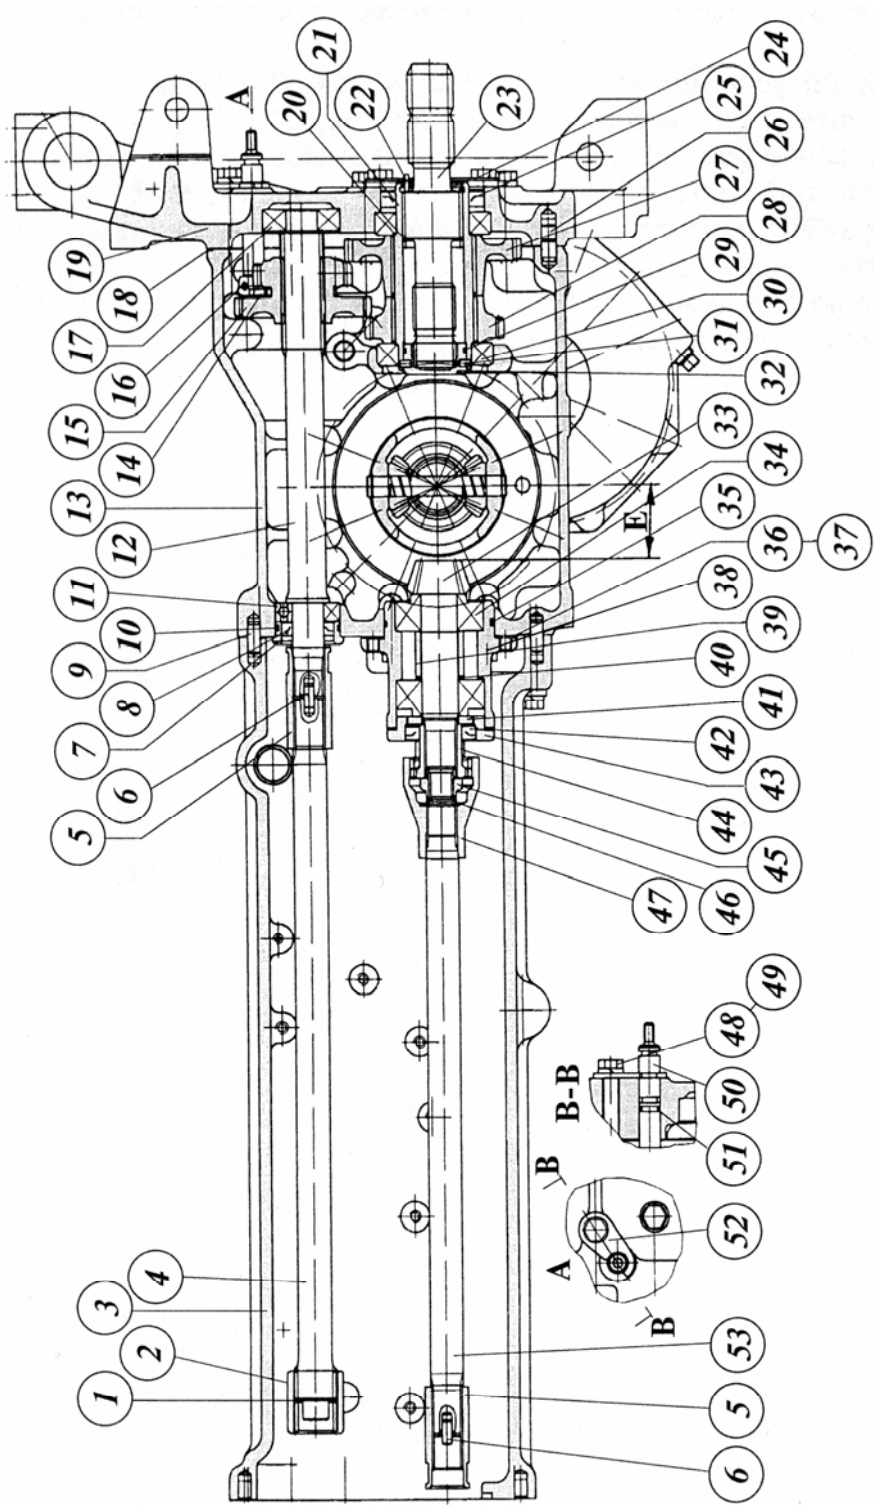
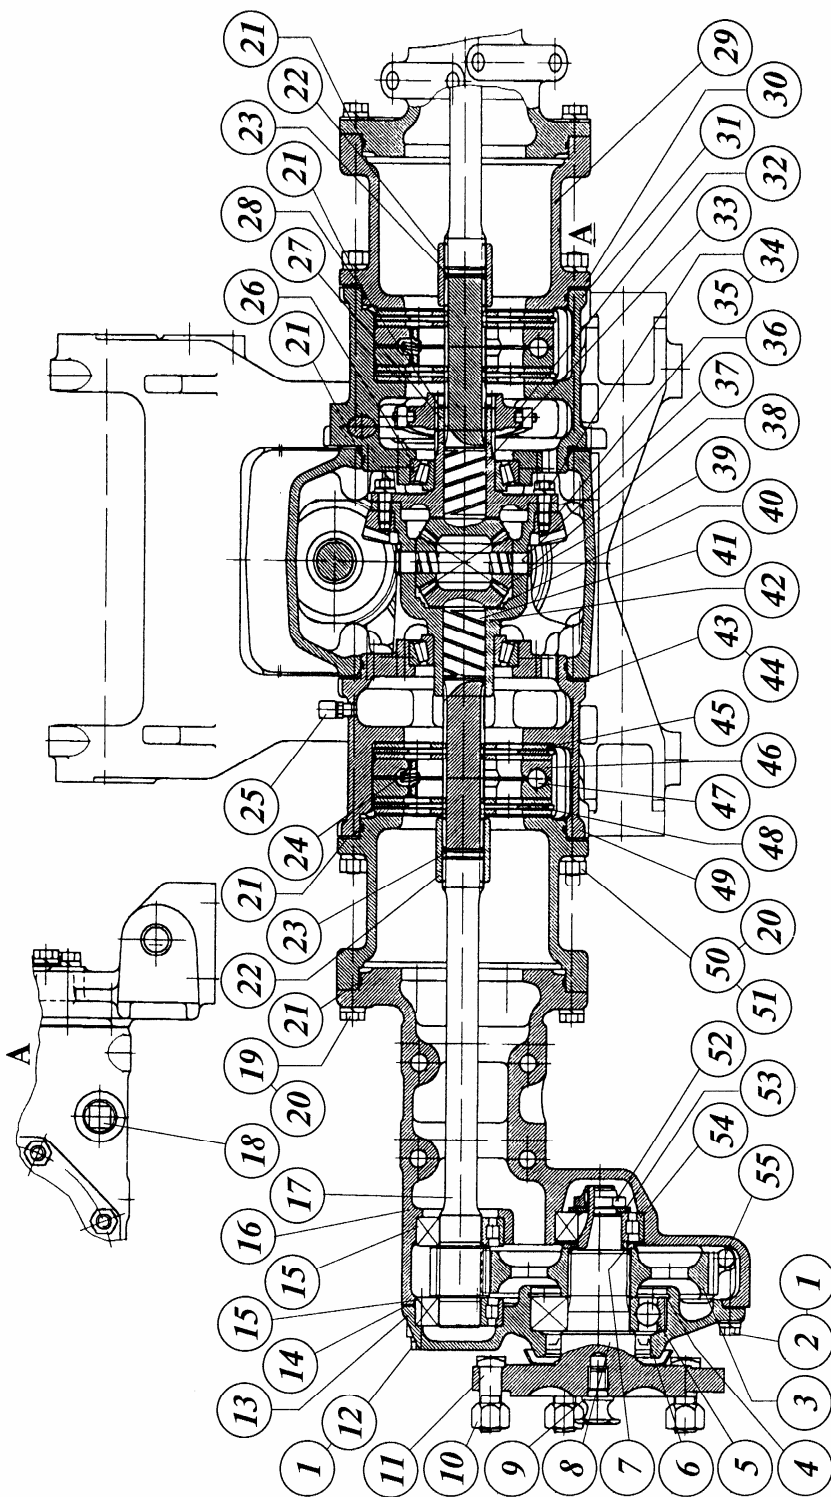

Рис. 20. Задний мост
Рис. 21. Задний мост
Задний мост (рис. 20, 21) передает крутящий момент от коробки передач на задние колеса трактора. Состоит из главной передачи, дифференциала с механической блокировкой, конечных передач и тормозов.
Передаёт крутящий момент от коробки передач к дифференциалу заднего моста с изменением направления под углом 90°. Состоит из втулки 5 (рис. 20), вала 53, муфты 47, зубчатого фланца 44, ведущего вала-шестерни 33, установленного на конических роликовых подшипниках 34 в стакане 38 и ведомой шестерни 36 (рис. 21) закрепленной болтами 34 на корпусе дифференциала. Подшипники вал-шестерни 33 (рис. 20) регулируются с натягом 0,01...0,04 мм путем подбора регулировочных прокладок 40, при этом момент проворачивания вал-шестерни должен быть в пределах 1,0...1,2 Н·м, момент затяжки гайки (120-150) Н·м.
- установите под фланцем правого тормоза 49 (рис. 21) два набора регулировочных прокладок 43, 44, состоящих из трех прокладок толщиной 0,5 мм и трех прокладок толщиной 0,2 мм, после чего подожмите корпус 49 тормоза к корпусу заднего моста двумя болтами;